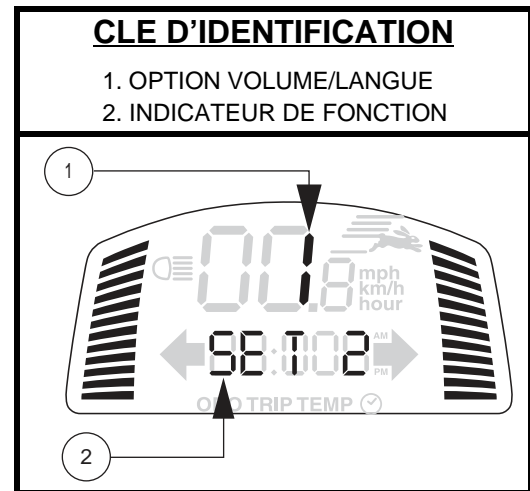

Figure 5. Contrôle du volume
*NOTE: Les clignotants sont programmés pour s'éteindre après 15 secondes. Un bip retentit aussi longtemps que les clignotants sont activés. Voir la figure 5 pour le contrôle du volume.*
**NOTE:** Les feux d'urgence clignotent et un bip sonore retentit tant que les feux d'urgence sont activés. Voir la figure 5 pour le contrôle du volume.
Le volume des clignotants d'urgence, klaxon, bip de basse tension de la batterie, clignotants, et des bips des messages d'erreur peut être augmenté, diminué ou désactivé séparément. **Voir la figure 5.**